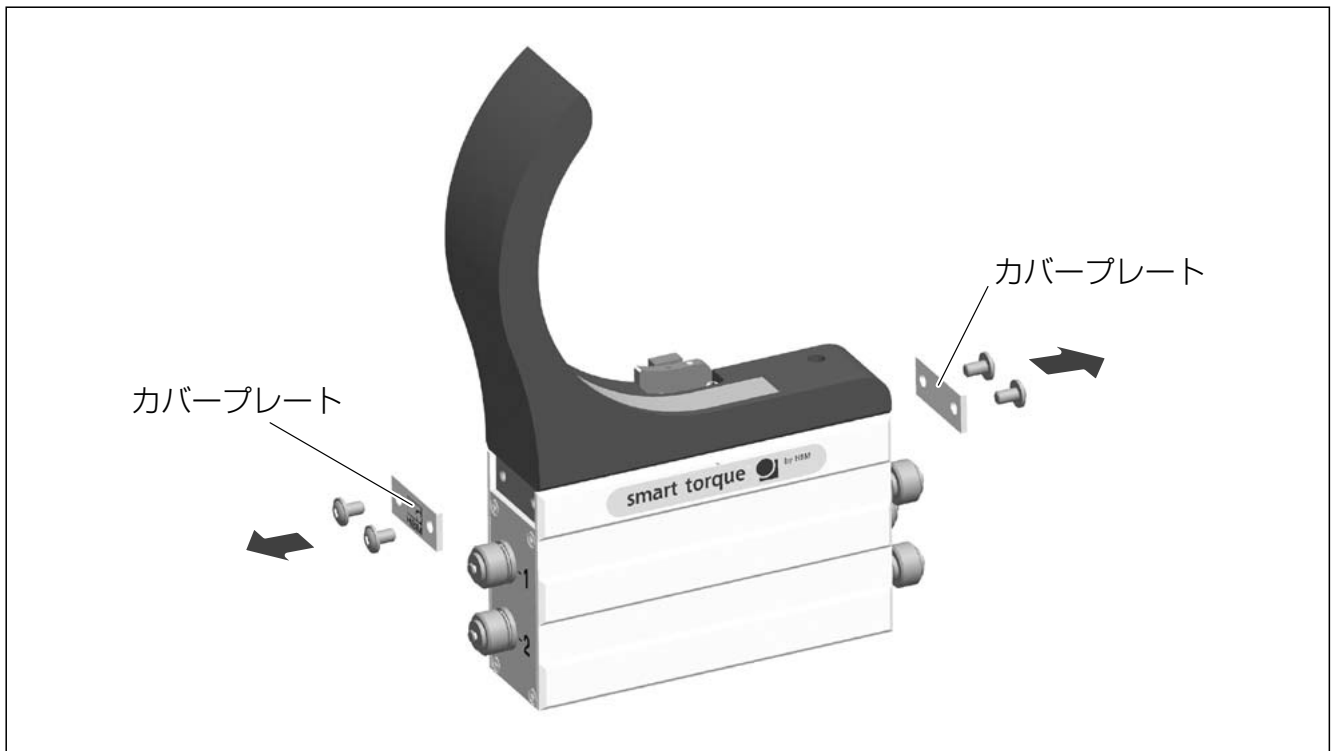

図6.4 : スターターハウジング側面のカバープレート
1. スターターハウジング側面のカバープレートを外します。(図6.4参照)